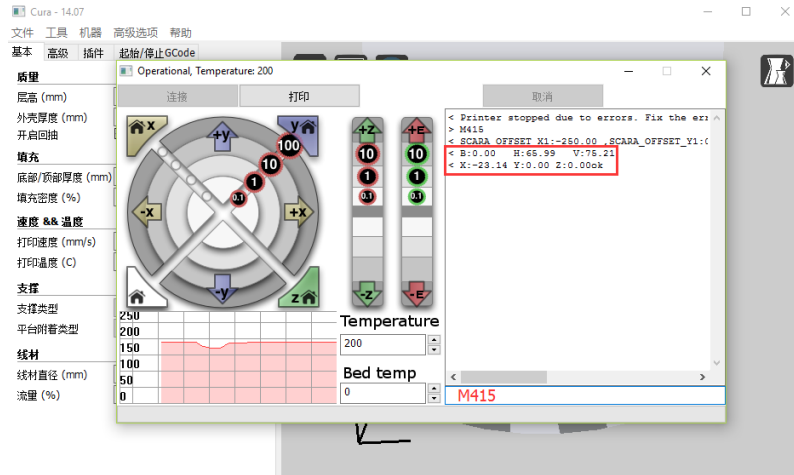

图 5.134 输入 M415 命令
2. 在“Operational”界面右下方输入“M415”命令，保存打印坐标，如图 5.134 所示。